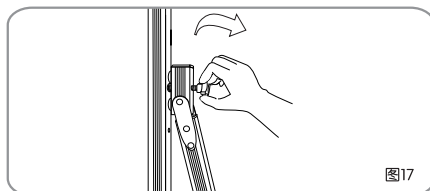
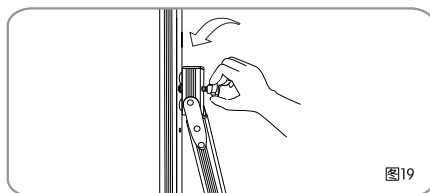

图17
图19
7. 拧开支承柱上的手轮螺母，拉开支承柱上的伸缩方管，拉到合适的位置，选择适当的孔位对准支承柱上相对应的孔位，拧上手轮螺母。(见图17-图19)